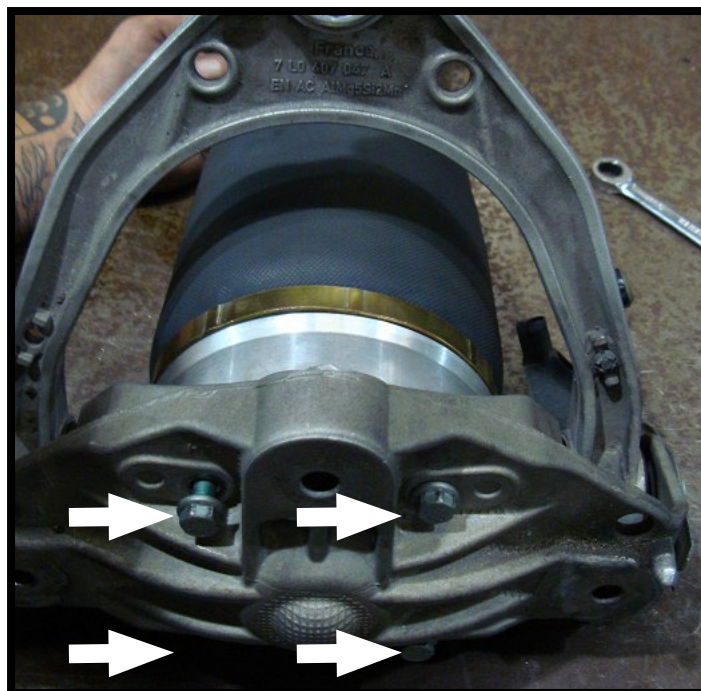

ABBILDUNG 20-8
9. LUFTFEDER MIT VIER NEUEN SCHRAUBEN AM HALTEFLANSCH SICHERN. (ABBILDUNG 20-8)